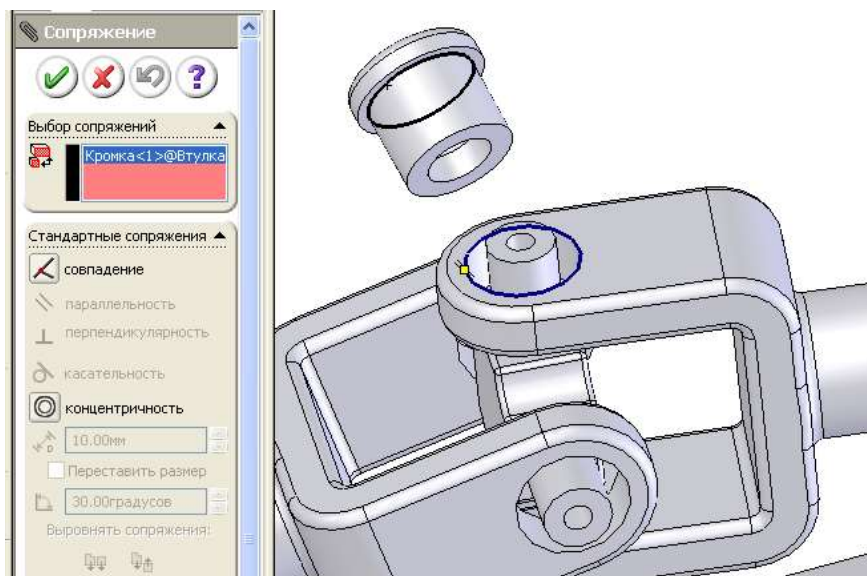

Рис. 8. Сопряжение деталей с использованием совпадений кромок
4. Вставить в сборку следующий компонент – деталь «*Втулка*» (4 шт.) и создать требуемые сопряжения, выбирая кромки на детали «*Втулка*» и на детали «*Вилка*» как показано на рис. 8.